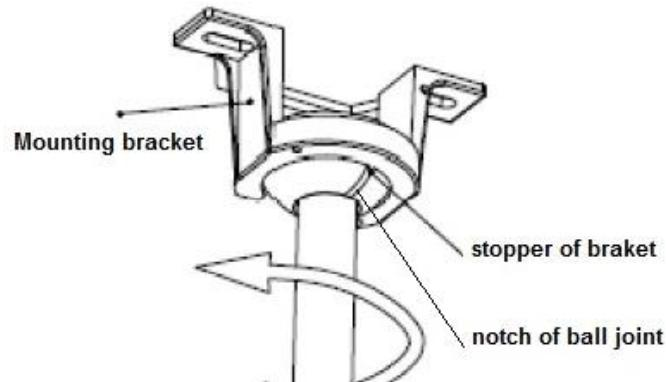

Fig. 5
- Zorg ervoor dat inkeping van het kogelgewicht op de stop van de montagebeugel gepositioneerd is, om te voorkomen dat de ventilator begint te draaien. Fig. 5